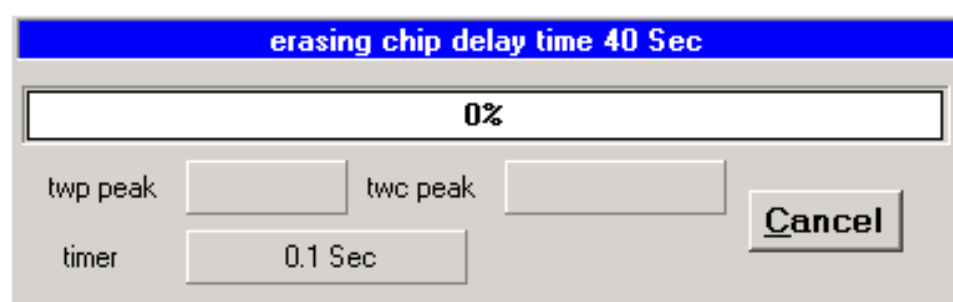

Рис. 7. Окно очистки микросхемы.
**[Erase 28/29/49/89/90/PIC]** очищает электрически стираемые ППЗУ. Те же действия возможны при нажатии кнопки . При очистке появляется окно «Erasing Chip» (см. рис. 7). Нажав кнопку «Cancel» можно остановить процесс стирания. Однако для многих микросхем процесс стирания столь быстротечен, что Вы можете не успеть разглядеть окно, приведенное на рис. 7. ПЗУ с ультрафиолетовым стиранием необходимо очищать ультрафиолетовой лампой, либо использовать новую микросхему.